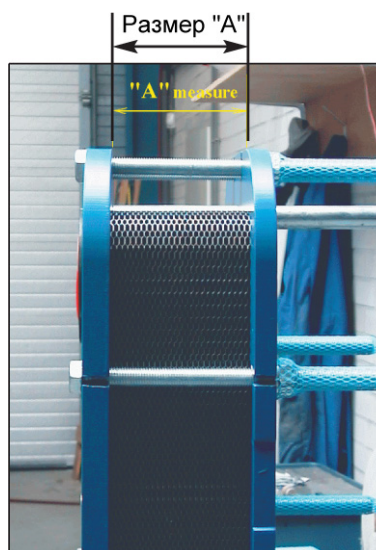

Рис. 12
- Стягивание завершается после того, как расстояние между внутренними поверхностями обеих рамных плит станет равно размеру «А», указанному на чертеже, см. рис. 12. Это расстояние стягивания можно также вычислить при помощи следующей формулы: сборочное расстояние = число пластин × (толщина пластин + коэффициент)